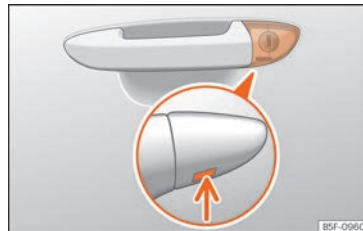

Fig. 6 Maniglia della porta del conducente: serratura di chiusura non visibile.
- Introdurre l'ingegno nell'apertura inferiore del coperchio posto sulla maniglia della porta del conducente »»» **fig. 6** (freccia) e sollevare il coperchio dal basso verso l'alto.